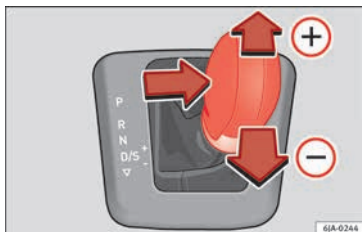

Fig. 179 Palanca selectora: Tiptronic.
- Empuje suavemente la palanca selectora hacia delante (+) » fig. 179.
- Empuje suavemente la palanca selectora hacia atrás (-) » fig. 179.